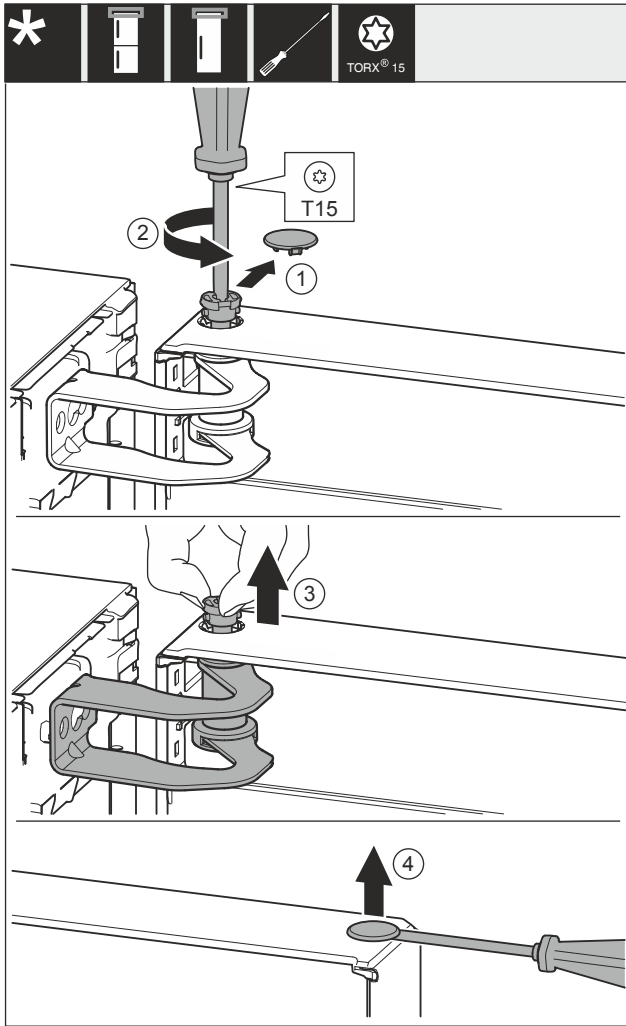

Fig. 15
- ▶ Óvatosan távolítsa el a fedelet Fig. 15 (1).
- ▶ Kissé tekerje ki a csapszeget Fig. 15 (2) csavarhúzóval.
- ▶ Húzza ki az ujjával a csapszeget Fig. 15 (3).
- ▶ Óvatosan emelje meg a fedelet Fig. 15 (4) csavarhúzóval, és távolítsa el.